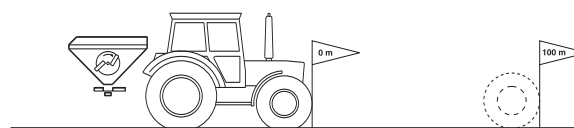

Fig. 23
1. Medir en la parcela un trayecto de medición de 100 m exactos. Marcar el punto de partida y de llegada de dicho trayecto de medición (Fig. 23).